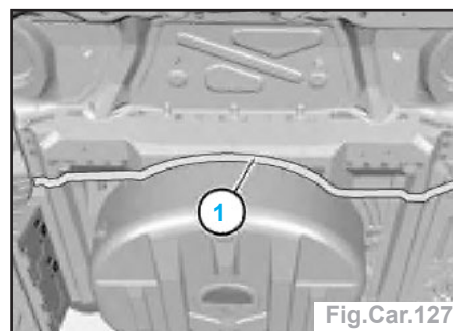

Fig.Car.127
- les cordons de soudure dans la zone (1) (Fig.Car.127),
- la zone (1) en bouchon (Fig.Car.127),